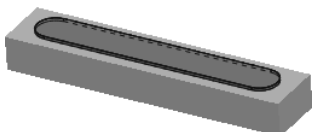
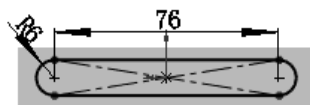

图 5.39.4 凸台-拉伸 2
图 5.39.5 横断面草图 (二)
Step3. 创建如图 5.39.4 所示的特征凸台-拉伸 2。横断面草图如图 5.39.5 所示。